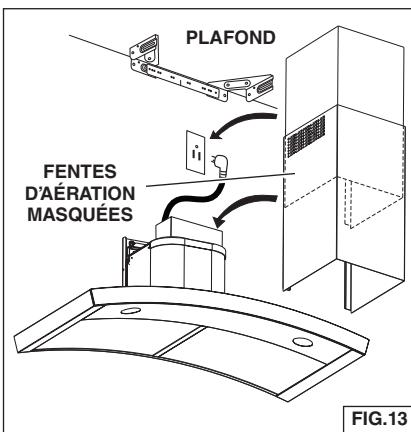

FIG.13
5. Branchez le cordon électrique dans la prise de courant. Fig. 13.